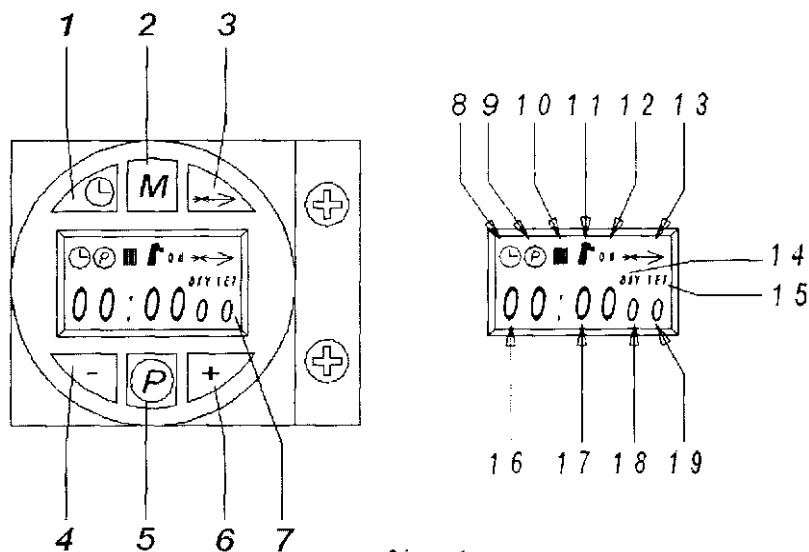

fig. 1
Запрос поджига (вырабатывается при замыкании контактов терминала T1-T2 (см. Схему электрическую), при установках по умолчанию показывает активацию индикатора радиатора (поз. 10 рис. 1).
1. Нажмите кнопку установки Дата/Время (см. поз.1 - рис. 1).
2. Индикатор CLOCK и DAY на дисплее начинают мигать (поз. 7-рис.1): установите текущий день недели кнопкой + и - (поз. 4 и 6-рис.1), из расчета, что 1=Понедельник, 7=Воскресенье. Подтвердите выбор даты нажатием кнопки Дата/время (поз. 1-рис.1)
3. Двух цифровой индикатор CURRENT HOUR и CLOCK начинают мигать (поз. 7-рис.1): установите текущее время (час) кнопкой + и - (поз. 4 и 6-рис.1), в диапазоне от 00 до 23. Подтвердите выбор нажатием кнопки установки дата/время (поз. 1-рис.1).
4. Двух цифровой индикатор CURRENT MINUTES и CLOCK начинают мигать (поз. 7-рис.1): установите текущее время (мин.) кнопкой + и - (поз. 4 и 6-рис.1), в диапазоне от 00 до 59. Подтвердите выбор нажатием кнопки установки дата/время (поз. 1-рис.1). Автоматический режим, Ручной режим Вкл., Ручной режим Выкл.
Нажмите кнопку выбора режима работы (поз. 2-рис. 1) для установки:
1. В автоматическом режиме, дисплей (поз. 7-рис. 1) показывает иконку CLOCK. Запрос на активацию или деактивацию зависит от установленной недельной программы. В запрограммированном промежутке дисплей (поз 7-рис. 1) также показывает иконку ON.
2. В режиме Ручной Вкл., дисплей (поз 7-рис. 1) показывает только иконку ON. Горелка всегда в состоянии запроса.
3. В режиме Ручной Выкл., дисплей (поз. 7-рис. 1) не показывает ни иконку ON ни иконку CLOCK. Горелка выключена.
Недельная программа представлена 3 временными промежутками ВКЛ и 3 временными промежутками ВЫКЛ : одинаковыми для всех дней недели. В промежутке запроса, дисплей (поз 7-рис.1) показывает иконку ON.
1. Нажмите кнопку программирования "P" (поз. 5 - рис. 1)
2. Выберите день недели для изменения кнопками + и - (поз. 4 и 6 - рис. 1):
3. Нажмите кнопку программирования " P" (поз. 5 - рис. 1):
4.1 Используйте кнопки + и - (поз. 4 и 6 рис. 1) для изменения времени первого включения; например 06:00
- нажмите кнопку программирования " P" (поз. 5 - рис. 1)
5.1 Используйте кнопки + и - (поз. 4 и 6 рис. 1) для изменения времени первого выключения;
нажмите кнопку программирования " P" (поз. 5 - рис. 1)
6.1 Используйте кнопки + и - (поз. 4 и 6 рис. 1) для изменения времени второго включения;
7.1 Используйте кнопки + и - (поз. 4 и 6 рис. 1) для изменения времени второго выключения;
8.1 Используйте кнопки + и - (поз. 4 и 6 рис. 1) для изменения времени третьего включения;
9.1 Используйте кнопки + и - (поз. 4 и 6 рис. 1) для изменения времени третьего выключения;
11. нажмите кнопку программирования " P" (поз. 5 - рис. 1) и удерживайте ее в течении 3-х
Нажмите кнопку программирования "M" (поз 2-рис. 1) и удерживайте ее 5 секунд для доступа к меню параметров. На дисплее индицируется параметр "u01": который соответствует сообщению SET 01. Нажмите кнопку "P" (поз. 5 - рис. 1) для перемещения по списку параметров to.
Нажимайте кнопки + и - (поз 4 и 6-рис.1) для изменения значения параметра: внесенные изменения автоматически сохраняются. После изменения параметра необходима пауза в течение 3 секунд: данные на индикаторе мигают и затем сохраняются.